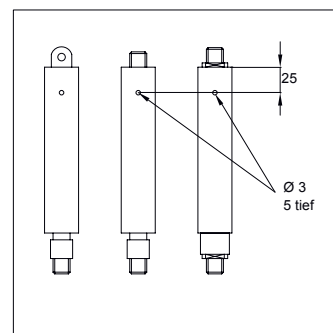

Bild 4 - Zugfeder
- 4) Zugfedern: Bohrung gemäß Bild 4 ca. 25 mm vom Zylinderboden anbringen.